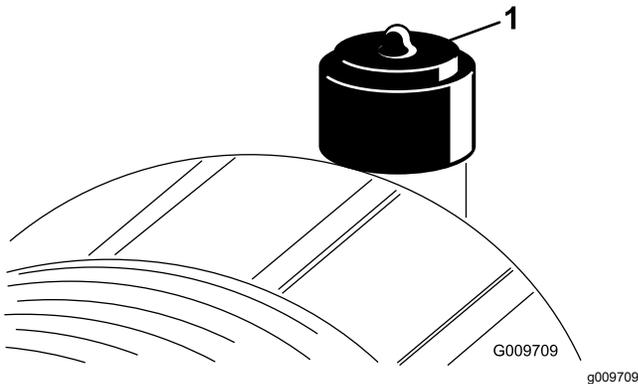

Figura 84
Revise el filtro del limpiador de aire únicamente cuando el indicador de mantenimiento (Figura 84) lo requiera. El cambiar el filtro antes de que sea necesario sólo aumenta la posibilidad de que entre suciedad en el motor al retirar el filtro.
9. Reinicie el indicador (Figura 84) si se ve rojo.